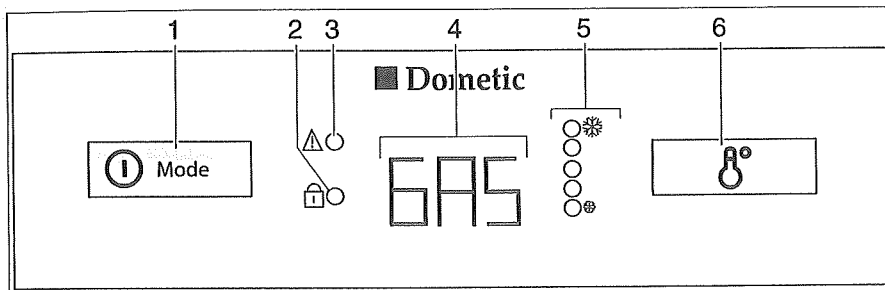

Bild 135 Reglage, knappar för kylskåpet (Dometic 8-serie med AES)
Vid störningar blinkar LED-indikatoren störning "⚠" (Bild 135,3).
Om 230 V-försörjningen **inte** är ansluten och fordonsmotorn är **avstängd**, väljer AES driftläget gasdrift. När gasdriften väljs öppnas tändsäkringarna automatiskt så att gas kan strömma till brännaren. Samtidigt tillkopplas den elektroniska tändaren. Om gaslågan skulle slockna, t. ex. på grund av att det blåser, aktiveras tändaren direkt igen och tänder gasen. En störning vid gasdrift indikeras genom att texten "GAS" blinkar i driftindikeringen (Bild 135,4).
När kylskåpet sätts på väljs automatiskt en termostatinställning i mittläge. Dessa inställningar kan regleras manuellt med knappen för temperaturinställning (Bild 135,6). LED-indikatorerna (Bild 135,5) visar den valda termostatinställningen. Med hjälp av denna knapp ställs temperaturen in för alla tre energikällorna. Det tar alltid några timmar innan man har en normal drifttemperatur i kylskåpet. Om en omkoppling sker till en annan energikälla förändras termostatinställningen inte. Kyltemperaturen bibehålls oberoende av den valda energikällan.
- Tryck på strömbrytaren/energiväljaren (Bild 135,1) i två sekunder för att starta apparaten. Det senast valda driftläget visas i driftindikeringen (Bild 135,4).
- Välj energikälla med strömbrytaren/energiväljaren (Bild 135,1).
- Ställ in kyltemperaturen på väljaren för temperaturinställning (Bild 135,6). LED-indikatorerna (Bild 135,5) visar den valda termostatinställningen.
- Tryck på strömbrytaren/energiväljaren (Bild 135,1) i två sekunder. Alla indikeringarna slocknar.